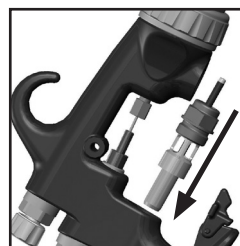

Fig. 23
9. Insertar el conjunto de la válvula de aire en la pistola e impulsarlo cuidadosamente sobre el resorte y a través del sello trasero. (Ver Fig. 23)